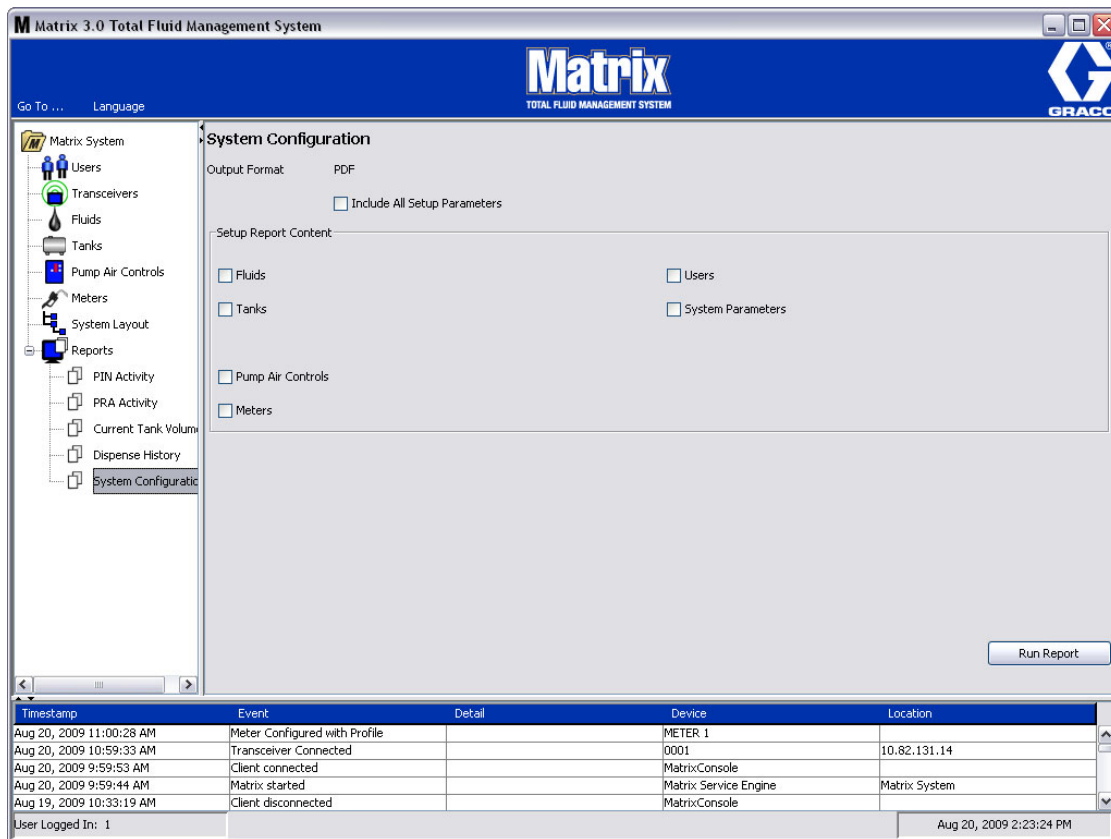

FIG. 109
- **Configurazione del sistema (FIG. 109)**